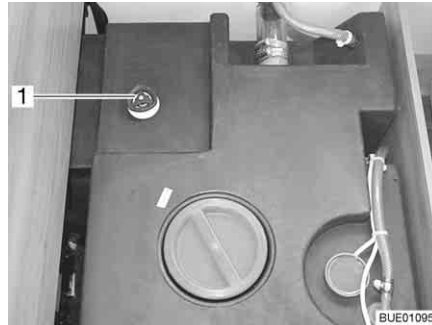

Fig. 244 Serbatoio dell'acqua con maniglia girevole
- Sul serbatoio dell'acqua, ruotare la maniglia girevole (Fig. 244,1) in senso orario fino all'arresto.
- Sul serbatoio dell'acqua, ruotare la maniglia girevole (Fig. 244,1) in senso antiorario fino all'arresto. L'acqua fuoriesce fino a 60 litri.